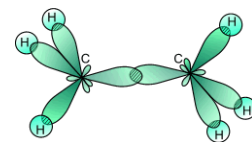

Рис. 6
5. В этане есть углерод - углеродные связи (Рис.6).